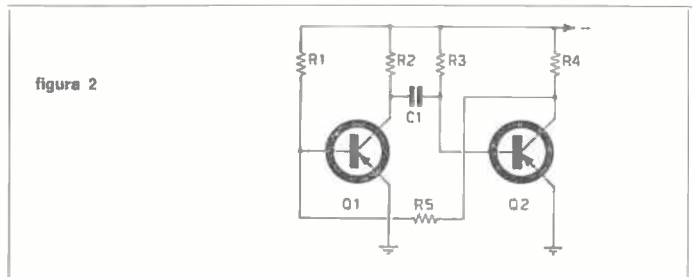

figura 2
Se allo stesso circuito togliamo un condensatore di accoppiamento sostituendolo con una resistenza, facciamo in modo che il circuito acquisti una sola posizione di stabilità: quella corrispondente al primo transistore in interdizione, e al secondo in saturazione (figura 2).
**Multivibratore monostabile:** chiudiamo, nel circuito di figura 2, l'interruttore relativo all'alimentazione e notiamo che la  $I_{b2}$  mantiene in conduzione il secondo transistor, mentre la bassa  $V_{ce2}$  determina ai capi di  $R_5$  una ddp tale che  $V_{bc1}$  eguaglia praticamente lo zero.  $R_1$  è di valore tanto alto da non poter praticamente elevare detta tensione. Se però ora applichiamo un impulso forzando i due transistori ad abbandonare la posizione stabile già assunta (applicando ad esempio un impulso negativo alla base di  $Q_1$ ) il condensatore  $C_1$  si carica come in un circuito astabile, mantenendo la carica per un tempo determinato dai valori delle resistenze del circuito e da  $C_1$ : appena  $C_1$  raggiunge il limite di carica,  $Q_2$  torna a condurre, e il circuito ricade nella sua situazione di stabilità.